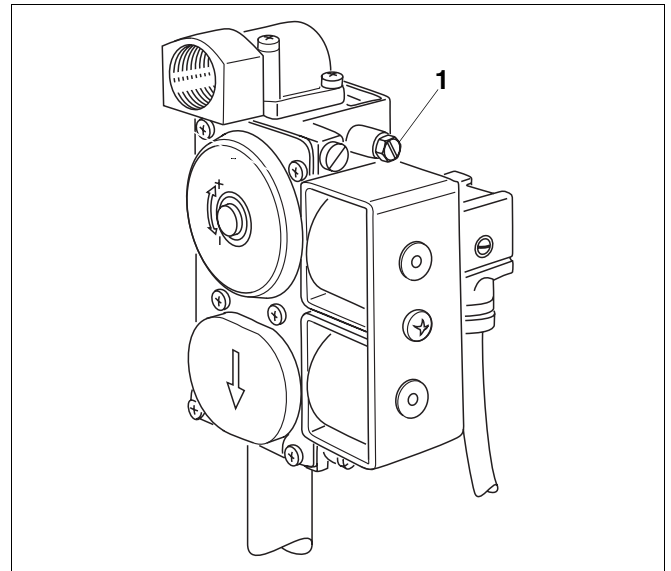
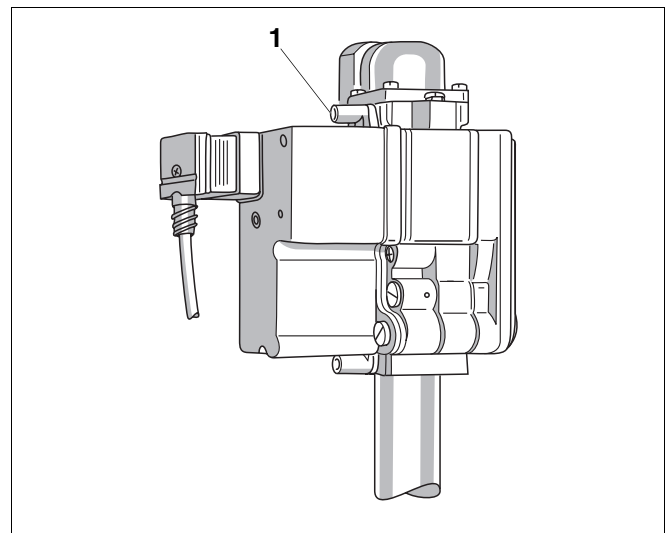

Abb. 37 Gasarmatur „SIT“ 830 Tandem
Abb. 38 Gasarmatur „BM“ 762-012
- Verschlusschraube des Prüfnippels für Anschlussdruck und Entlüftung (Abb. 37 und Abb. 38, **Pos. 1**) an der Gasarmatur zwei Umdrehungen lösen.
- Verschlusschraube des Prüfnippels für Anschlussdruck und Entlüftung (Abb. 37 und Abb. 38, **Pos. 1**) sorgfältig festschrauben.